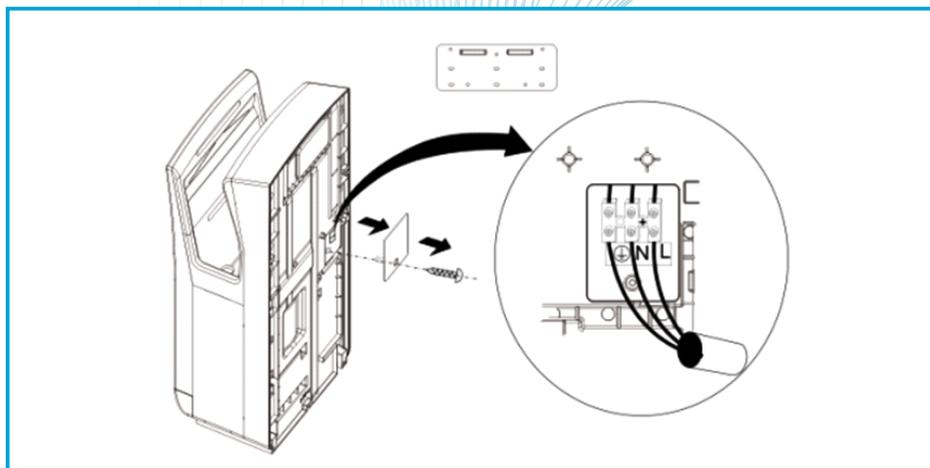

Рисунок 6
1. Снимите крышку соединительной коробки, для этого нужно вывернуть винт из крышки соединительной коробки и потянуть крышку на себя (Рис.6).